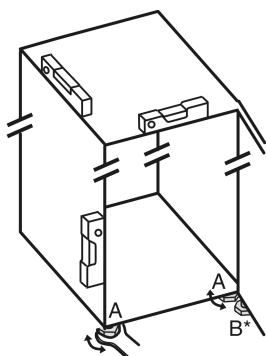

Fig. 48
- ▶ Seřizovací nožky Fig. 48 (A) vyšroubujte pomocí přiloženého vidlicového klíče a pomocí vodováhy, dokud nebude spotřebič pevně vyrovnaný.
- ▶ Seřizovací nožku Fig. 48 (B) na stojanu ložiska vytáchejte pomocí přiloženého vidlicového klíče, až dosedne na zem.
- ▶ Seřizovací nožku Fig. 48 (B) otáčejte dál o 90°.